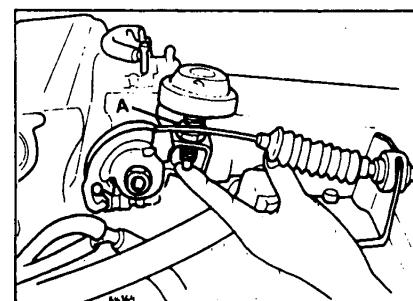

Рис. 16 Проверка замедлителя
- Нажмите на толкатель замедлителя (рис. 16) и убедитесь в том, что он входит в замедлитель медленно.
- При необходимости отрегулируйте положение замедлителя, отпустив контргайку A (рис. 16)